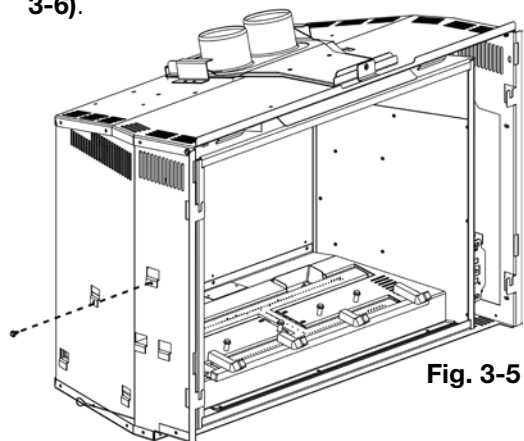

Fig. 3-5
2. Retirez la 1 vis servant à fixer le support en place (**Fig. 3-5**). Soulevez le support et sortez-le des fentes, en le soulevant à travers l'ouverture entre le chambre de combustion et l'enveloppe extérieure de l'appareil (**Fig. 3-6**).
5. Sécurisez la 1 vis pour fixer le support et le récepteur en place (**Fig. 3-5**).